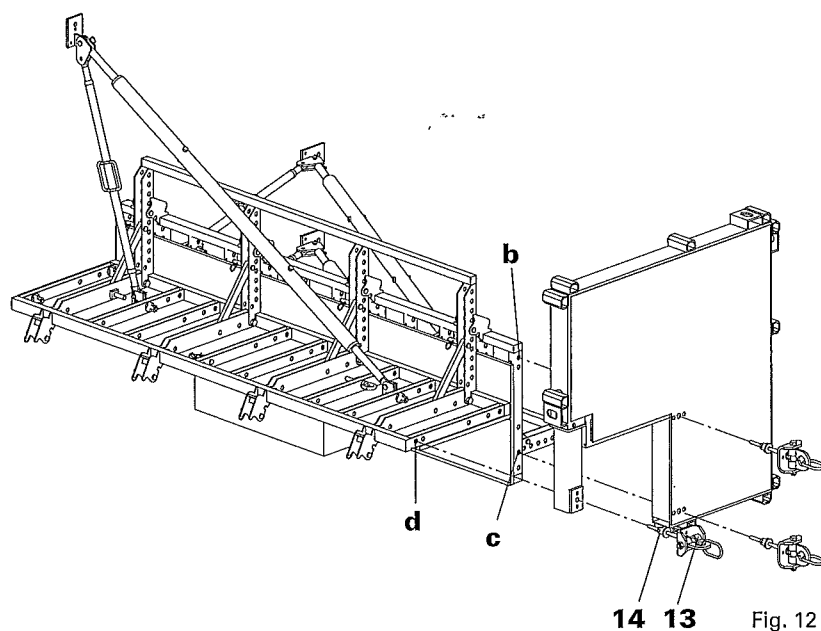

Fig. 12
7. Montare il terzo golfare (fig. 12).